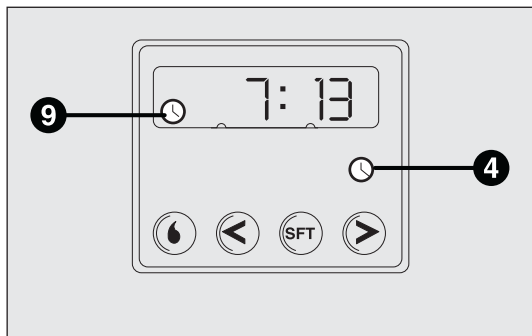

fig. 64
- Premere il pulsante 4: si accenderà il display e la spia 9-fig. 64;
Letture dell'ora corrente fig. 64